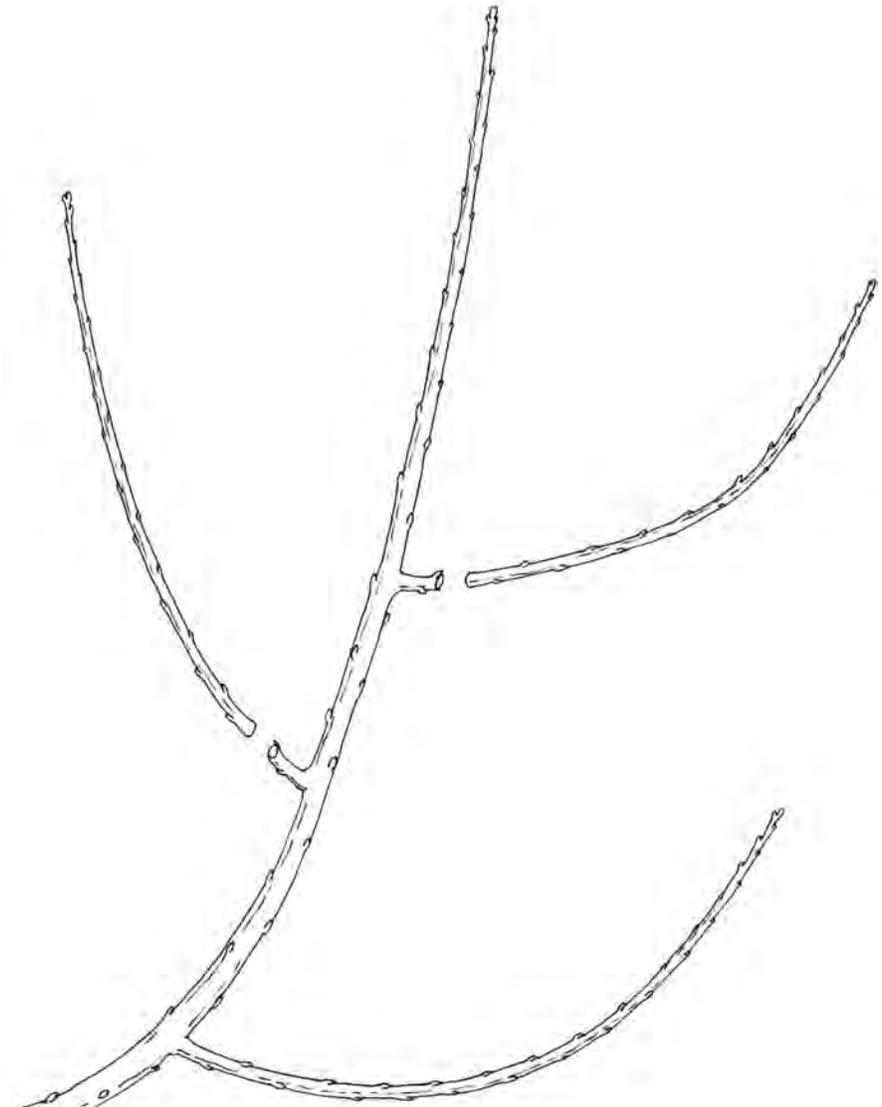

Figura 10
- Quite todas las ramas laterales (madera de un año) que están fácilmente al alcance de la mano. Deje tocones de aproximadamente tres pulgadas de largo (Figura 10). Las yemas florales axilares en la base de estas ramas producirán fruto una sola vez. En las variedades que no producen espolones, tales como 'Regina', estos sitios pueden producir una cantidad significativa de fruto. Estos tocones cortos morirán después de producir fruto, y se las puede eliminar durante el próximo año.